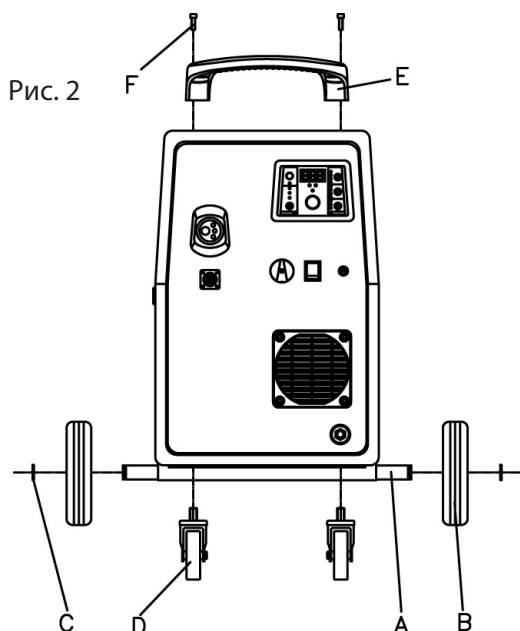
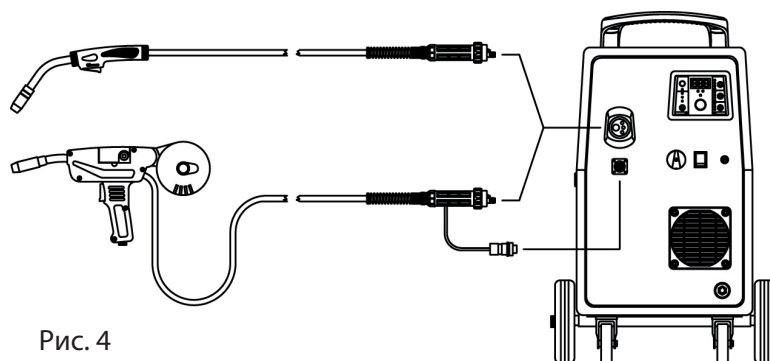

Рис. 2
Рис. 4
4.1 МОНТАЖ РУЧКИ И КОЛЕС (Рис. 2)
- Прикрутите передние поворотные колеса (D) к корпусу аппарат.
- Вставьте ось (A) в нижние проушины задней части аппарата, оденьте задние колеса (B) с каждой из сторон и закрепите из на оси с помощью стопорных шайб (C).
- Закрепите пластиковую ручку (E), используя винты из комплекта поставки (F)
4.2 ПОДКЛЮЧЕНИЕ ГОРЕЛКИ И ПИСТОЛЕТА С КАТУШКОЙ (Рис.4)